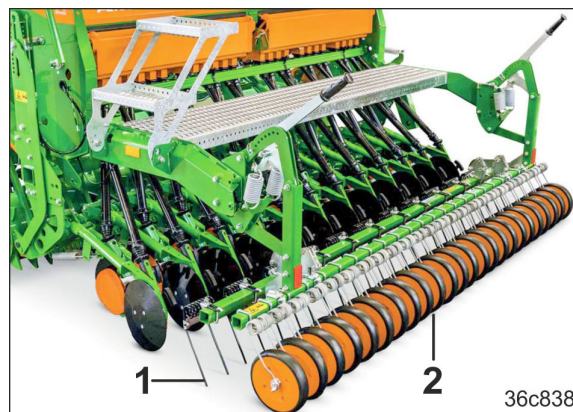

Рис. 68
- зубья-загортачи (Рис. 68/1);
- прижимные диски (Рис. 68/2).